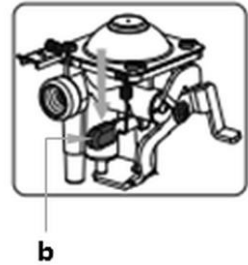

Abb. 5
- drehen Sie den Einstellregler (17) auf die Zündposition (18), um einen Überdruck im Ventil zu lösen;
- drücken Sie den Rückstellhebel (b) mit roter Gummikappe (Abb. 5) herunter;
- stellen Sie den Kartuschen-Arretierhebel (20) auf die FUEL LOCK-Position (13);
- legen Sie eine neue Gaskartusche in den Kartuschenschacht (8) ein, nachdem Sie sich vergewissert haben, dass sich der Kartuschen-Arretierhebel (20) in der UNLOCK-Position (13) befindet.